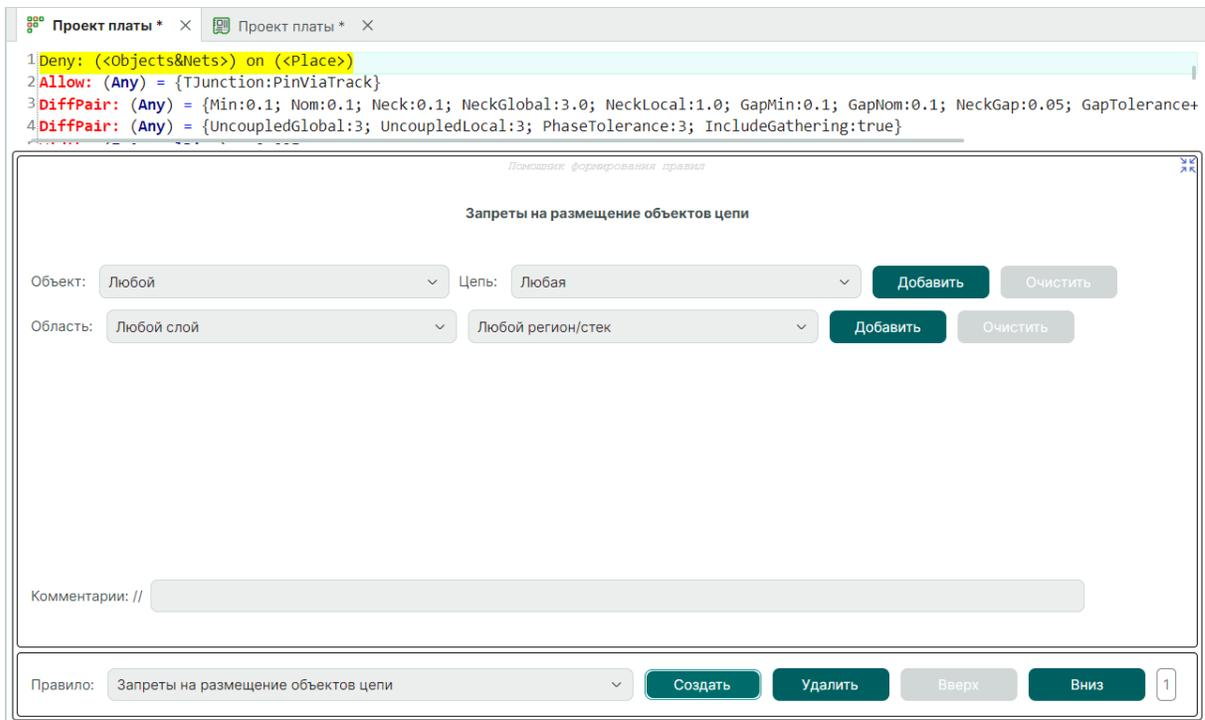

Рис. 192 Новое правило, созданное помощником
3. В редакторе правил появится новая строка, выделенная желтым цветом, см. Рис. 192.